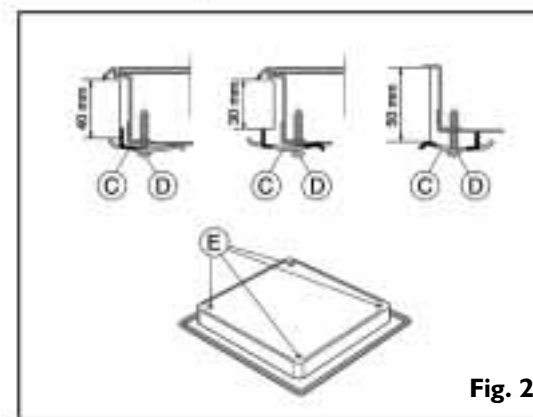

Fig. 2
**Attention :** si la table de cuisson est installée sur une surface autre que du bois (marbre, plastique, céramique, pierre, etc.), n'oubliez pas de vous procurer les équerres de fixation (Fig. 2) auprès du Service Après-vente, en indiquant la référence 481 9 404 78697.
- **Si le plan de travail est en marbre, en plastique, en céramique ou en pierre, etc.**, la table de cuisson doit être fixée au moyen d'étriers spéciaux (C) (fig. 2).
2. Installez les 4 étriers (C) comme le montre la fig. 2, en fonction de l'épaisseur du plan de travail.
3. Fixez les 4 vis (D) dans les trous (E) (fig. 2).